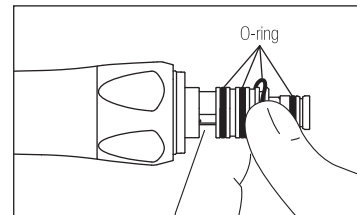

Fig. 11
- 2) Con il pollice, rimuovere delicatamente tutti gli O-ring (Fig.11).